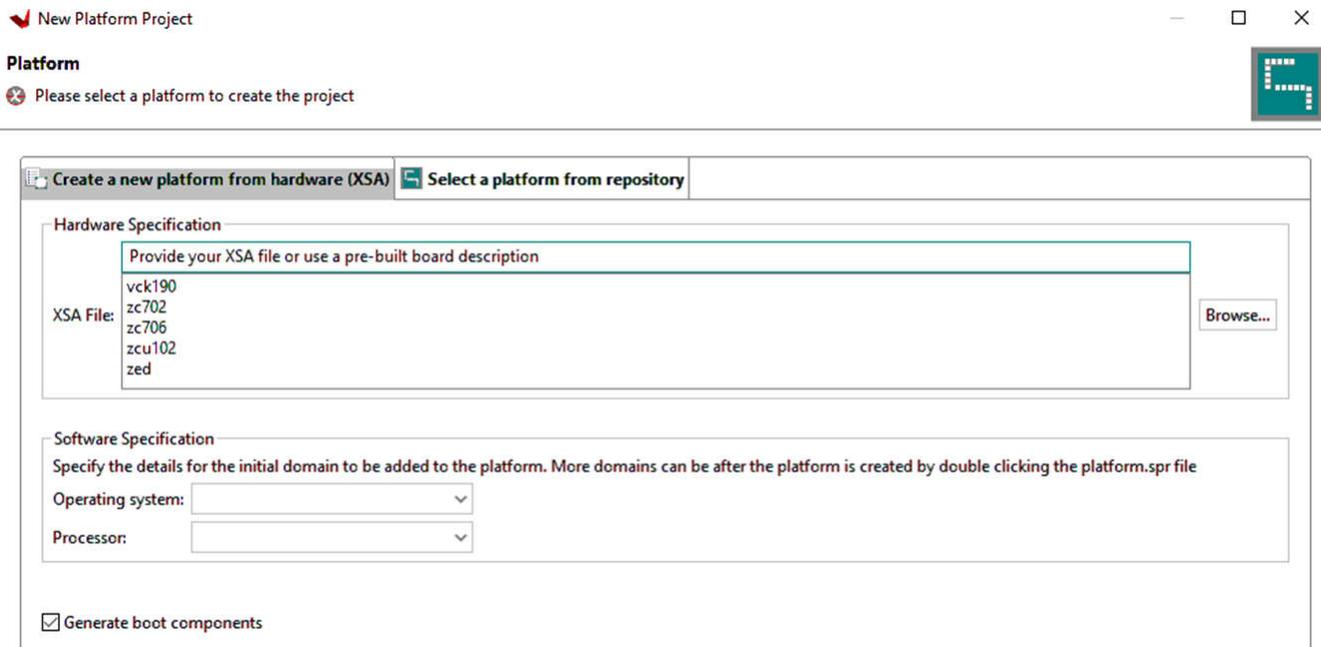

图 6-3. 硬件规格
3. 命名新平台后，将出现一个菜单 (请参阅图 6-3) 。选择 **XSA (Xilinx 支持存档)** 文件。